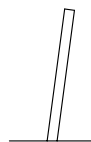

図1-5
- 柱の上部と下部の相対寸法差が5mmを超えた図1-5の場合、シャッターが取付けられなかったり、シャッター取付け後に異音やキズが発生して正常に作動しなくなる場合があります。